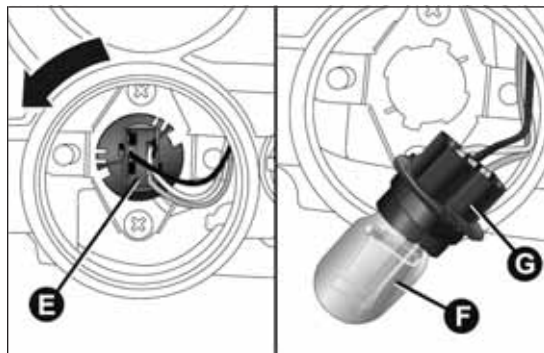

fig. 177
- ☐ girar hacia la izquierda el portalámparas E fig. 177, extraer la lámpara F del conector G y sustituirla;